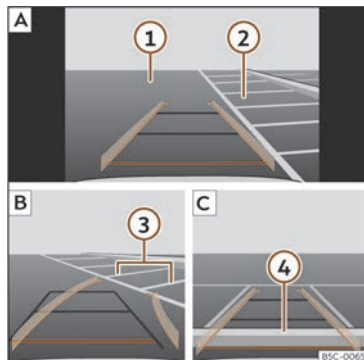

Fig. 164 Visualización en la pantalla del sistema de infotainment: aparcamiento con el asistente de marcha atrás.
Leyenda de la >>> **fig. 164:**
- Sitúe el vehículo delante del hueco de aparcamiento >>> **fig. 164 2 A.**